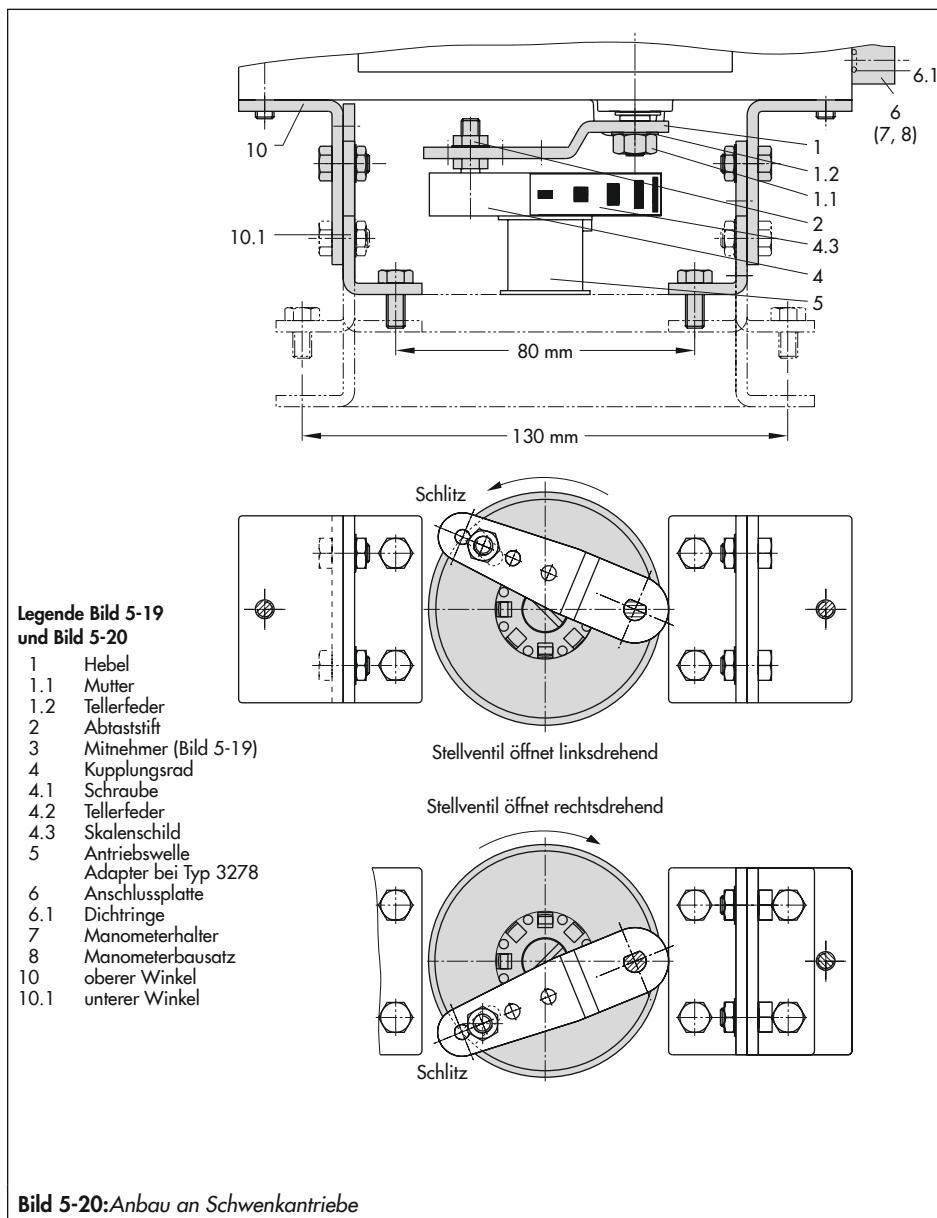

Bild 5-20: Anbau an Schwenkantriebe
→ Vgl. Bild 5-20
2. Kupplungsrad (4) mit flacher Seite zum Antrieb hin auf den Mitnehmer (3) stecken. Dabei den Schlitz so ausrichten, dass er bei Schließstellung des Ventils mit der Drehrichtung nach Bild 5-20 übereinstimmt.
4. Die beiden unteren Winkel (10.1) je nach Antriebsgröße mit Abwinkelung nach innen oder außen am Antriebsgehäuse festschrauben. Obere Winkel (10) ansetzen und verschrauben.
5. Anschlussplatte (6) oder Manometerhalter (7) mit Manometern am Stellungsregler montieren, auf richtigen Sitz der beiden Runddichtringe achten. **Bei doppelwirkenden** federlosen Schwenkantrieben wird ein Umkehrverstärker für den Anbau am Antrieb benötigt, vgl. Kap. 5.5.7.
6. Am Hebel M (1) des Stellungsreglers den Standard-Abtaststift (2) herausschrauben. Den blanken Abtaststift ($\varnothing 5$ mm) aus dem Anbausatz verwenden und in der Bohrung für Stiftposition 90° fest verschrauben.
7. Stellungsregler auf die oberen Winkel (10) aufsetzen und festschrauben. Dabei den Hebel (1) so ausrichten, dass er unter Berücksichtigung der Drehrichtung des Antriebs mit seinem Abtaststift in den Schlitz des Kupplungsrad (4) eingreift (Bild 5-20). Es muss in jedem Fall gewährleistet sein, dass bei halbem Drehwinkel des Schwenkantriebs der Hebel (1) parallel zur Längsseite des Stellungsreglers steht.